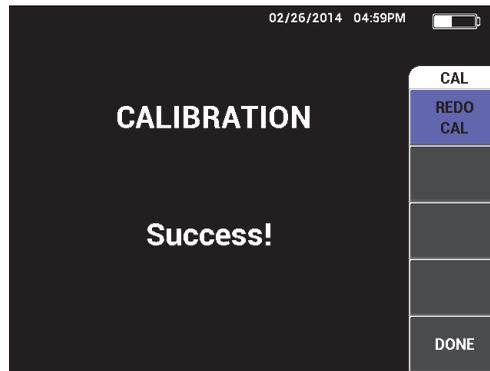

Figura 5-52 Confirmación de una calibración completada satisfactoriamente
5. Complete la calibración al seleccionar **DONE** (terminar), después de visualizar el mensaje **Success** (operación completada con éxito). Vea la Figura 5-52 en la página 180.